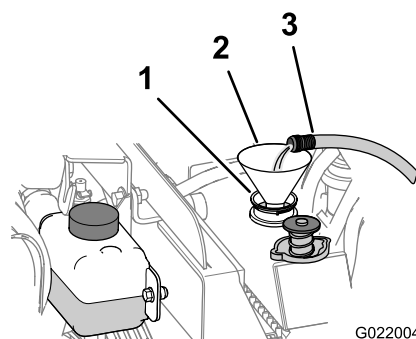

Рисунок 83
B. Заполните радиатор чистой водой (Рисунок 83).